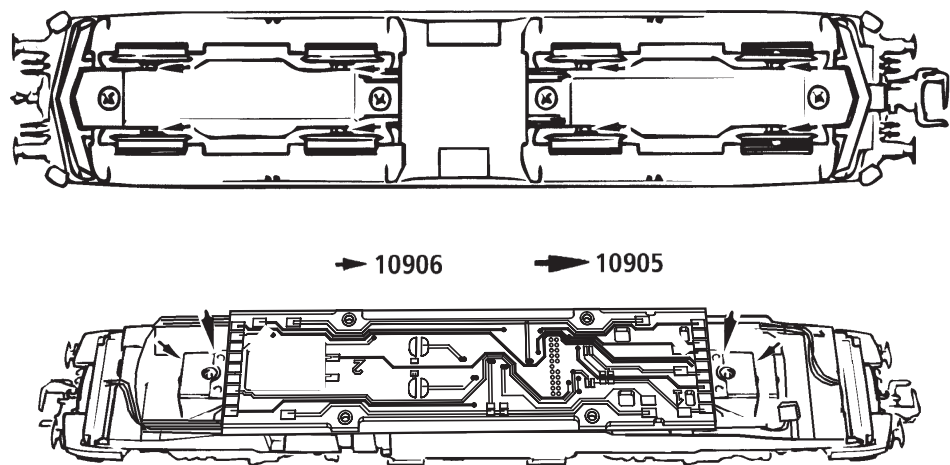

Fig. 6
3. Haftreifenwechsel: Zuerst den Getriebedeckel abnehmen (Fig. 6). Danach den **Radsatz** herausnehmen und die **Haftreifen** mit einer Nadel od. mit einem feinen Schraubendreher abziehen (Fig. 6). Beim Aufziehen der neuen Haftreifen darauf achten, dass diese sich nicht verdrehen.
3. Change of traction tyre: Remove the gear cover (fig. 6). Take out **wheel set** and remove **traction tyre** using a pin or a fine screwdriver (fig. 6). When pressing on the new traction tyre please **avoid twisting it**.
1. Nettoyage des lames de courant aux roues: Les lames de contacts risquent de s'encrasser rapidement sur des voies poussiéreuses. Veuillez **enlever la poussière** aux endroits marqués à la fig. 6 à l'aide d'un petit pinceau souple.
3. Échange des bandages d'adhérence: Démontez d'abord **le couvercle du carter des engrenages** des engrenages (fig. 6). Délogez ensuite les essieux bandagés et enlevez, à l'aide d'une aiguille ou d'un tournevis fin, les bandages d'adhérence (fig. 6). Lors du montage des nouveaux bandages veuillez veiller à ce que les bandages **ne soient pas tordu**.